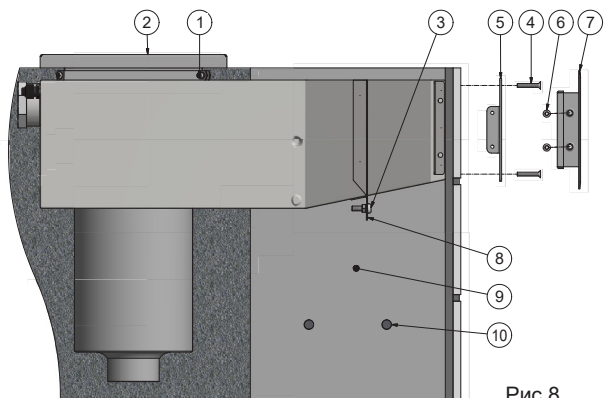

Рис. 8.
4. Подключите провод (сеч. мин. 6 мм2) с помощью кольцевого наконечника от точки заземления на заливном фланце к грунтовому заземлению (см. поз 3 на рис. 8). Винт, зубчатая шайба и гайка входят комплект поставки изделия. Если используются другие компоненты, убедитесь в том, что они изготовлены из материалов с качеством на уровне нержавеющей стали (не ниже A4).
9. Установите крепежную раму и закрепите ее с помощью прил. винтов (M5x30, 4 шт.), см. рис. 8.